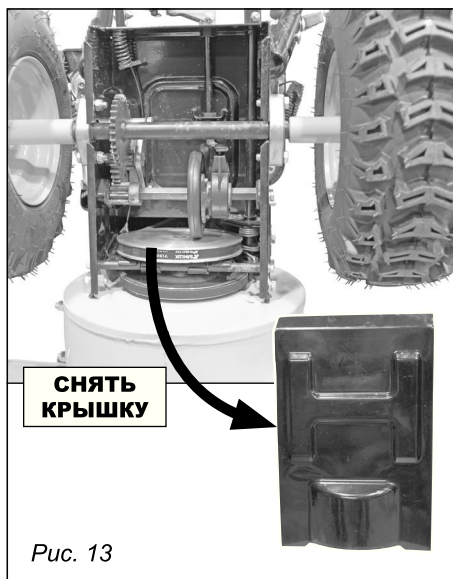

Рис. 13
2. Осторожно поднимите снегоуборочную машину за рукоятки вверх и вперед, так чтобы она оперлась на корпус шнека. Снимите крышку с нижней части машины, выкрутив четыре винта, которые крепят ее (см. рис. 13).
- Переместите рычаг регулировки скорости в положение «три вперед (3)».
- Снимите крышку с нижней части снегоуборочной машины (рис. 13).